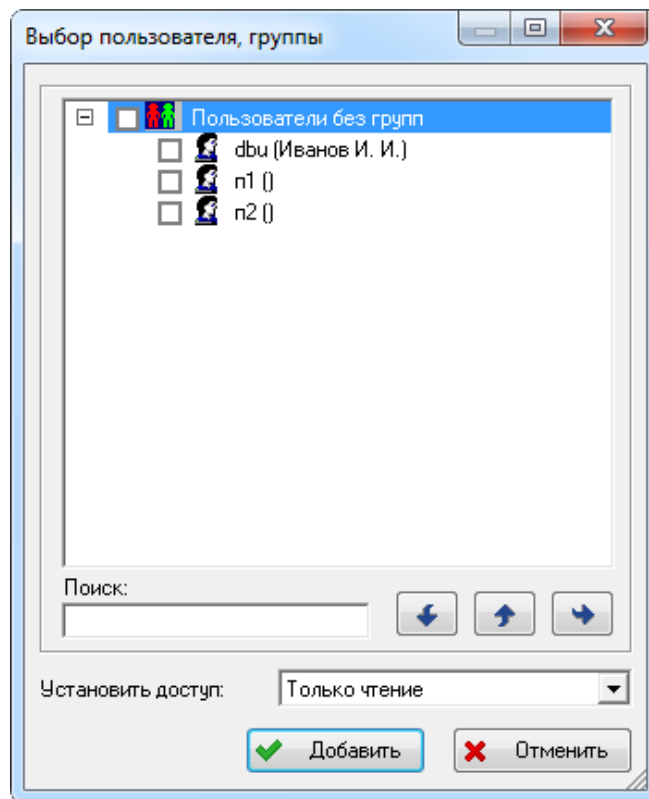

Рис. 6-8 – Диалоговое окно «Выбор пользователя, группы»
6) В результате откроется диалоговое окно «Выбор пользователя, группы» (рис. 6-8). Это окно позволяет выбрать одного или нескольких пользователей и задать для них уровень доступа.